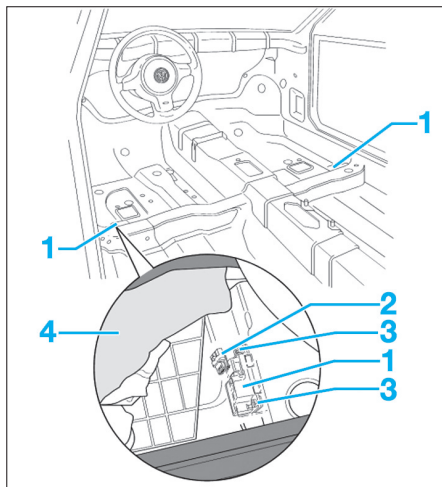

Fig. 9
- Détacher le revêtement de sol (4) (Fig.9) dans la zone du détecteur de collision (1).